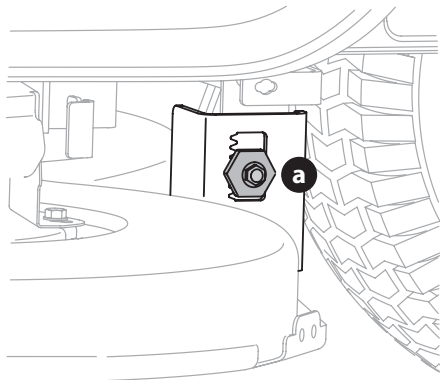

Figura 24
3. Debajo de los guardabarros traseros dentro de las ruedas, hay un perno de cabeza hexagonal de ajuste de elevación para cada lado de la plataforma (Figura 24).
4. Afloje, pero NO extraiga, el perno de cabeza hexagonal (a) ubicado en el soporte de suspensión izquierda de la plataforma (Figura 24).
6. Una vez logrado el ajuste correcto, ajuste el perno de cabeza hexagonal (a) del soporte de suspensión izquierda de la plataforma (Figura 24).